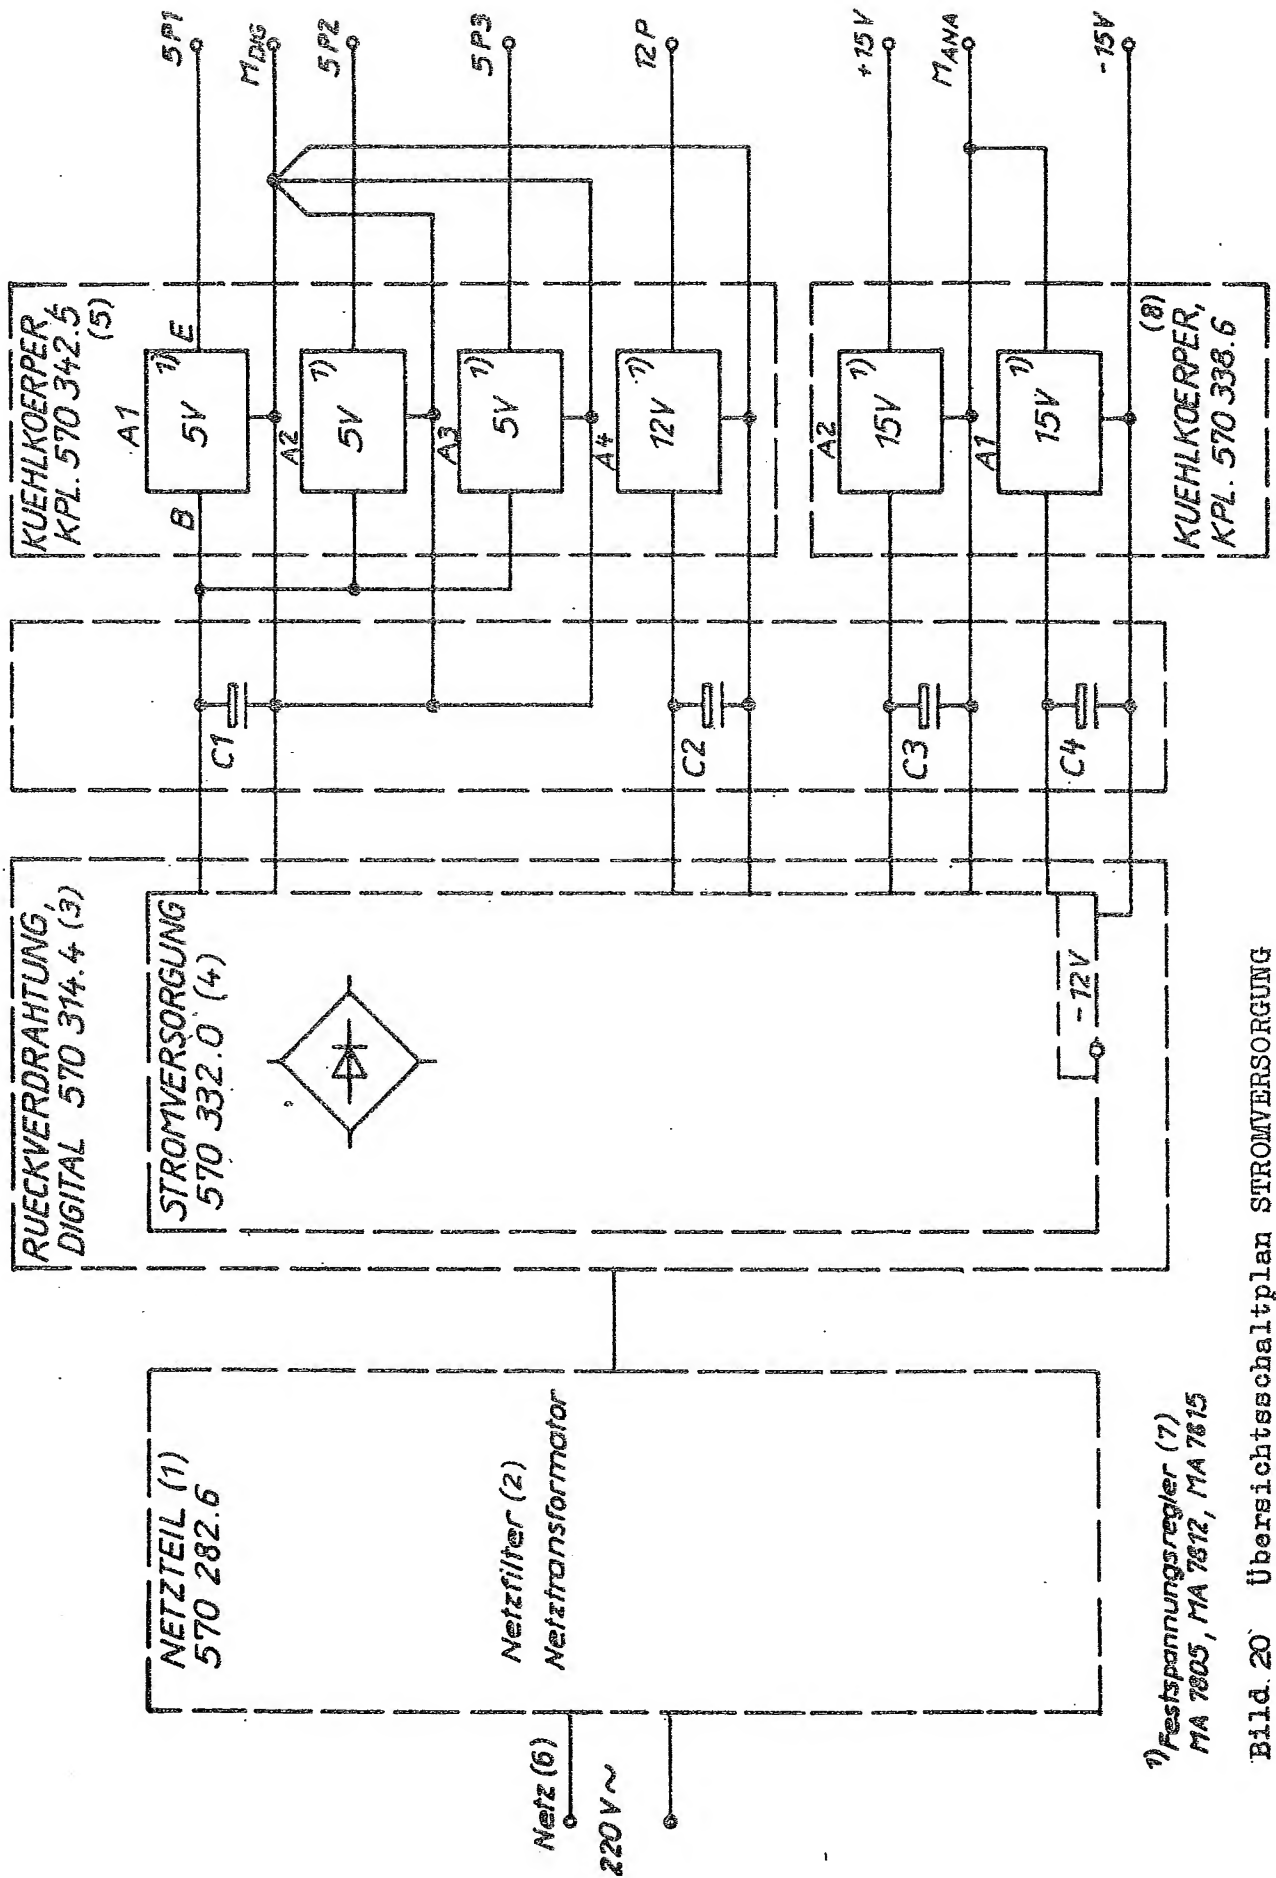

Bild. 20 Übersichtsschaltplan STROMVERSÖRGUNG
9.4. Stromversorgung (siehe Übersichtsschaltplan Bild 20 ¹⁾)